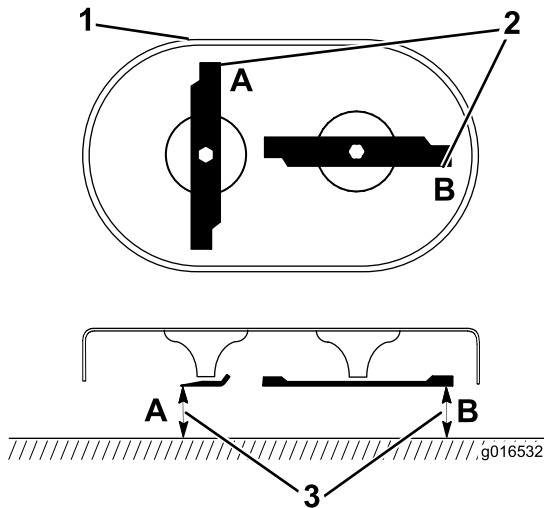

Figura 39
1. Gire las cuchillas a la posición mostrada en Figura 39.
2. Mida desde una superficie nivelada hasta los filos de corte, en las posiciones **A** y **B** (Figura 39) y anote las dimensiones.
3. Gire las cuchillas de manera que sus extremos opuestos estén en las posiciones **A** y **B** (Figura 39).